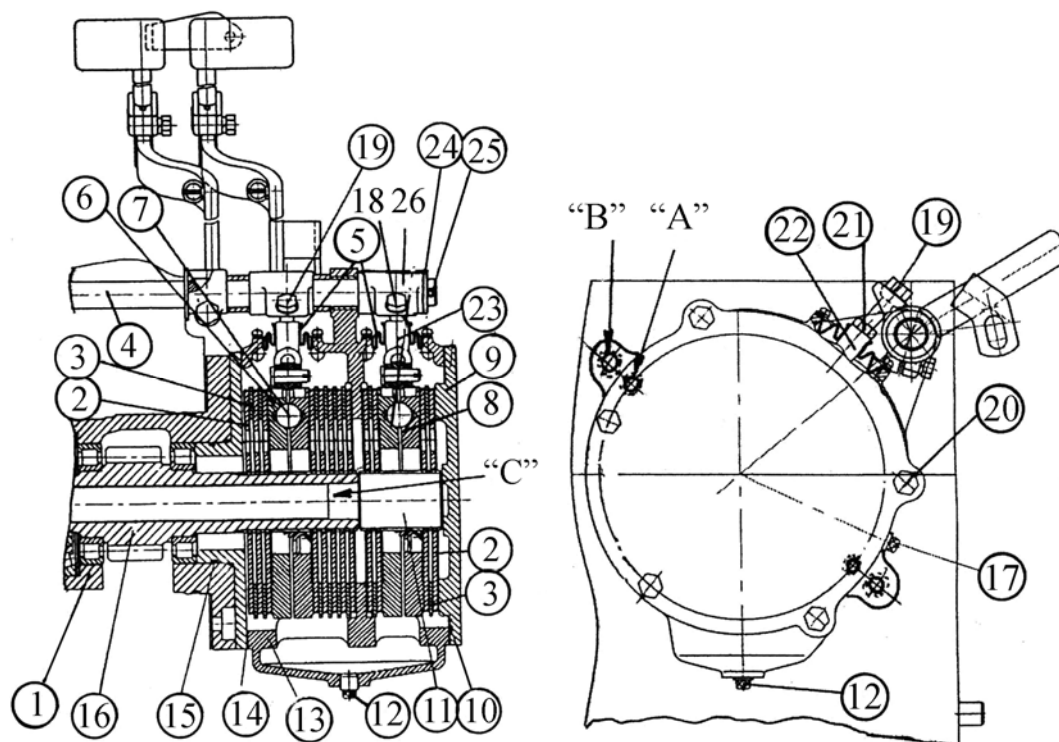

Рисунок 4.113
3.5) вывинтите пять болтов (20) (**рисунок 4.113**) крепления корпуса тормоза (13) и крышки (9);